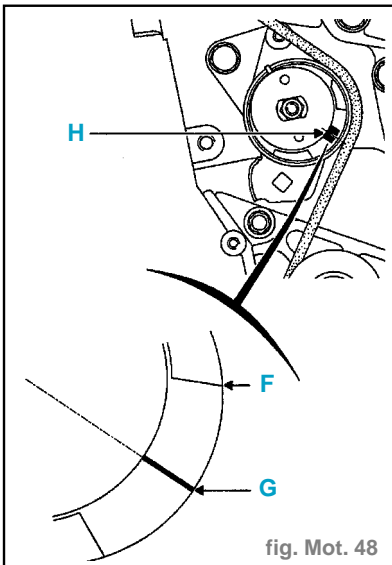

fig. Mot. 48
- Mise en tension de la courroie de distribution en amenant le cadran (H) du galet tendeur sur la butée (F) sans forcer, à l'aide de la vis (E) ; serrer l'écrou du tendeur. (fig. Mot. 48)
- Desserrer l'écrou du tendeur, puis ramener progressivement le galet à l'aide de la vis de tension du galet tendeur, vers la position minimale de tension (G) (repère aligné au centre du cadran (H)). (fig. Mot. 48)